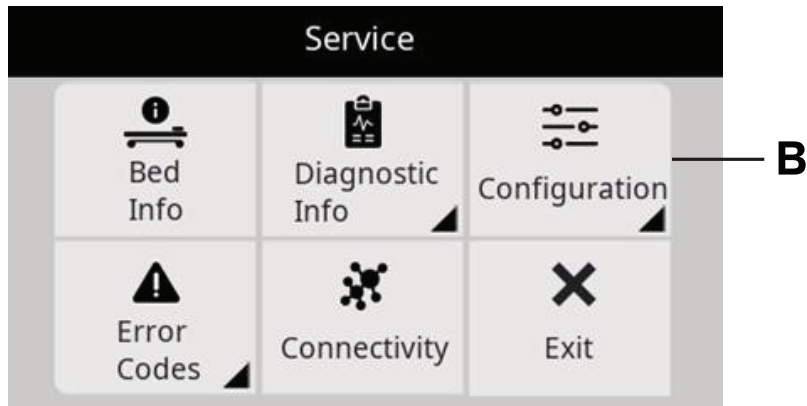

Figura 5 – Menú del servicio técnico de ProCuity
3. Introduzca el menú de servicio técnico y seleccione **Configuración** (B) (Figura 5).